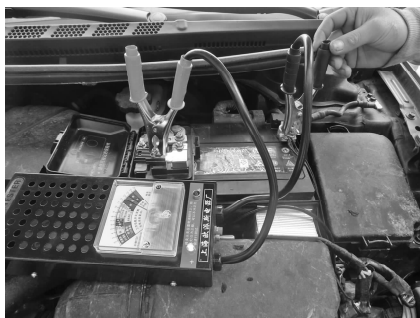

图 1-7 蓄电池测试仪就车检查电量
⑤关闭点火开关。
⑥用蓄电池测试仪检测，红表笔接“+”极，蓝表笔接“-”极，观察指针指向的区域，见图 1-7。